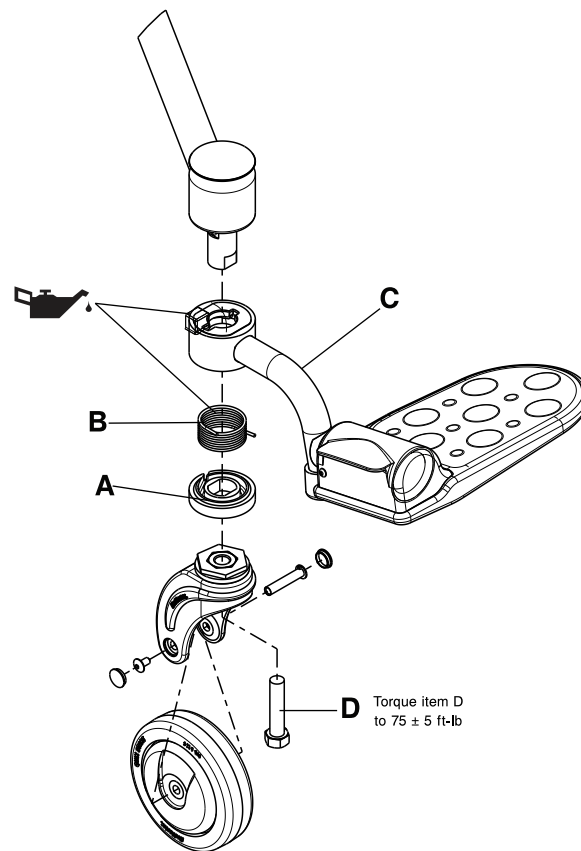

Abbildung 3-27: Austausch der schwenkbaren Fußstütze
4. Den unteren Federhalter der Fußstütze (A) fassen und nach unten abziehen. Den unteren Federhalter der Fußstütze entsorgen.
5. Die Torsionsfeder der Fußstütze (B) entfernen und entsorgen.
7. Die Baugruppe der schwenkbaren Fußstütze (C) drehen und nach unten abziehen. Die Baugruppe entsorgen.
8. Syntec-Schmiere (3000-200-719) auf die entsprechenden Bereich auftragen (Abbildung 3-27 auf Seite 3-45).
9. Zum Einbau der gelieferten Baugruppe der schwenkbaren Fußstütze die Schritte 3 bis 8 in umgekehrter Reihenfolge ausführen. Den Bolzen der Schwenkgabel (D) mit einem Drehmomentschlüssel mit 3/8-Zoll-Antrieb auf  $75 \pm 5$  ft-lb ( $102 \pm 7$  Nm) festziehen, bevor die Schwenkrolle in die Gabel eingebaut wird.